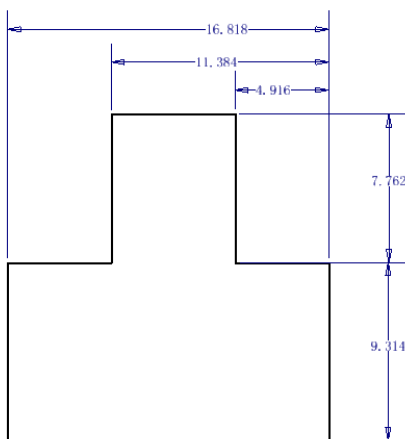

图 2-45 标注完毕的草图
(4) 单击【应用】按钮，即可完成几何图元的自动标注。
(5) 单击【删除】按钮则从所选的几何图元中删除尺寸和约束。标注完毕的草图如图2-45所示。